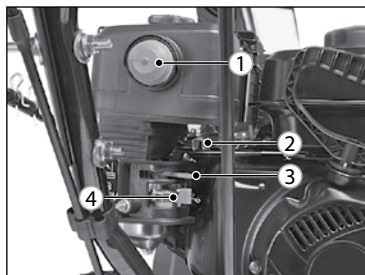

Рис. 23
7. Переведите рычаг топливного крана 4 в положение «Открыто» (крайнее правое положение) (рис. 23).
8. Если двигатель холодный, переведите рычаг воздушной заслонки 3 (рис. 23) в положение «Закрыто» (крайнее левое положение). При запуске прогретого двигателя переведите заслонку в положение «Открыто».
9. Передвиньте рычаг регулировки оборотов двигателя 2 в среднее положение (рис. 23).
11. Если двигатель холодный, для заполнения карбюратора топливом нажмите три раза на кнопку праймера 1 (рис. 23).
13. При низкой температуре окружающего воздуха (ниже -10°C) перед каждой попыткой запуска может понадобиться 1-2 дополнительных нажатия на кнопку насоса подкачки топлива (праймер 1 на рис. 23).
15. После запуска двигателя дайте ему прогреться в течение 1-2 минут и переведите рычаг воздушной заслонки 3 в положение «Открыто» (рис. 23).
16. Когда частота вращения вала двигателя стабилизируется, переведите рычаг регулировки частоты 2 в положение  (рис. 23).
2. Переведите рычаг регулировки частоты вращения вала двигателя 2 в положение  (рис. 23).
5. Переведите рычаг топливного крана 4 в положение «Закрыто» (крайнее левое положение) (рис. 23).